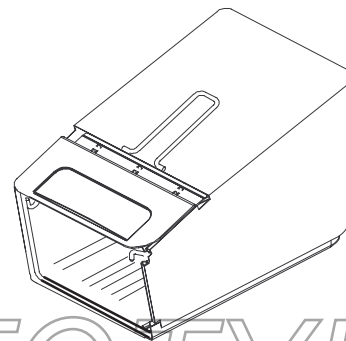

Figure 6
- Placez bien les côtés du bac à l'intérieur du cadre, comme illustré à la Figure 6.